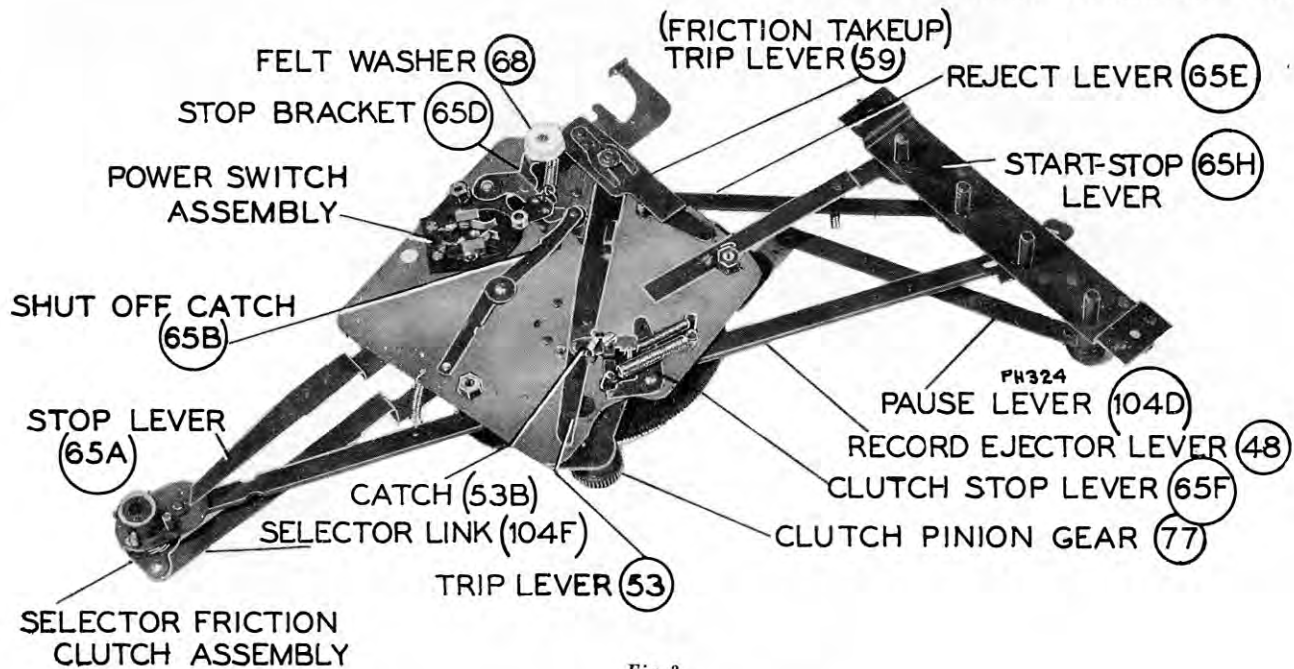

Fig. 3
Trip Lever (53), Fig. 3
Clutch Pinion Gear (77), Fig. 3